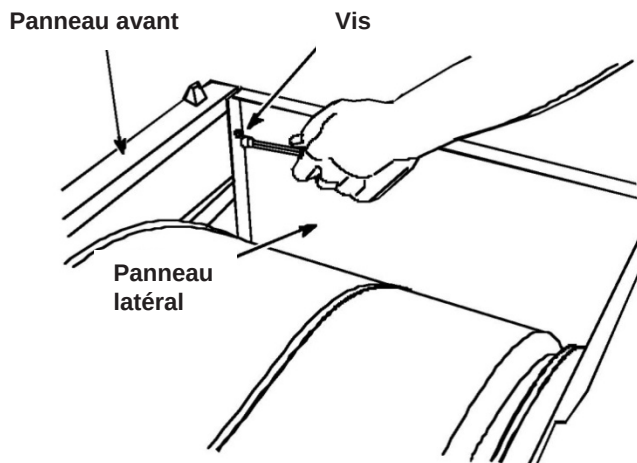

FIGURE 1
5. Retirer le tamis à charpie. Retirer les deux (2) vis à côté du tamis à charpie.
8. Retirer les deux (2) vis intérieures en haut des rebords du panneau avant. Avec des gants, dégager le panneau avant en le levant hors de ses attaches inférieures (l'avant du tambour s'affaisse légèrement). Mettre le panneau avant de côté. Voir Figure 1.